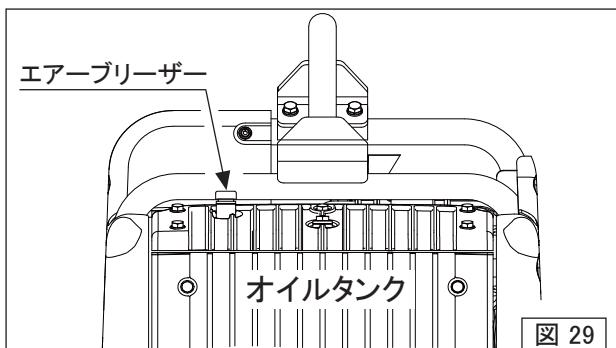

図 29
- オイルタンクには、エアーブリーザーが付いています。オイルタンク内に水が浸入しないように、カバーが付いています。高圧洗浄等でカバーが脱落しないように注意してください。(図29)